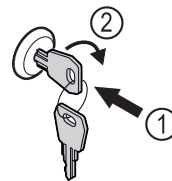

Fig. 151
- ▶ Schlüssel hineindrücken Fig. 151 (1).
- ▶ Schlüssel um 90° im Uhrzeigersinn drehen Fig. 151 (2).